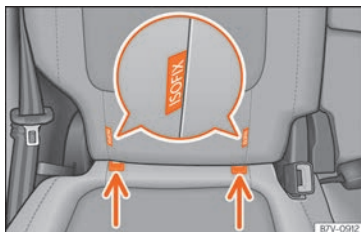

Abb. 39 Version 2: Kennzeichnung der unteren Kindersitzverankerungspunkte am Fahrzeugsitz.
- Kindersitz in Pfeilrichtung auf die Halteösen » » **Abb. 39** stecken. Kindersitz muss sicher und hörbar einrasten.
- Kindersitz auf die Sitzfläche stellen und die Haken der Befestigungsgurte in die Halteösen einhängen » » **Abb. 39**.